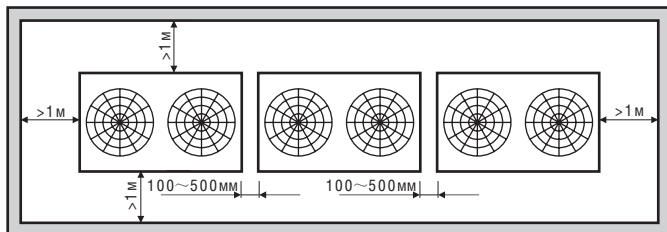

Рис. 3.10
- 1) При монтаже нужно оставить пространство для технического обслуживания, как показано на рис. 3.10. Источник питания должен быть установлен сбоку наружного блока, как описано в руководстве по монтажу источника питания.